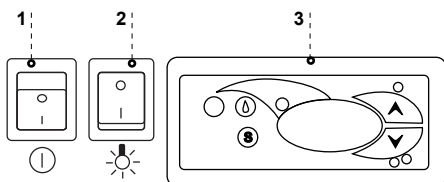

Rys.10 Tacka na skropliny (dotyczy modeli „N” i „N2”)
9. (Nie dotyczy urządzeń typu „Z”) Podłożyć pojemnik Rys.9 (str.5) lub tacę na skropliny Rys.10 (str.6) pod wąż spustu wody